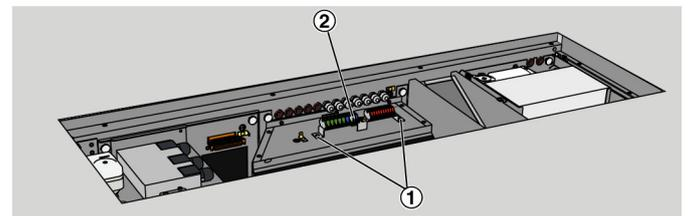

Abb. 28
6. ▶ Kreuzschlitzschrauben (Abb. 28/1) des Klemmenhalters lösen und den Halter mit Kabeln seitlich ablegen.